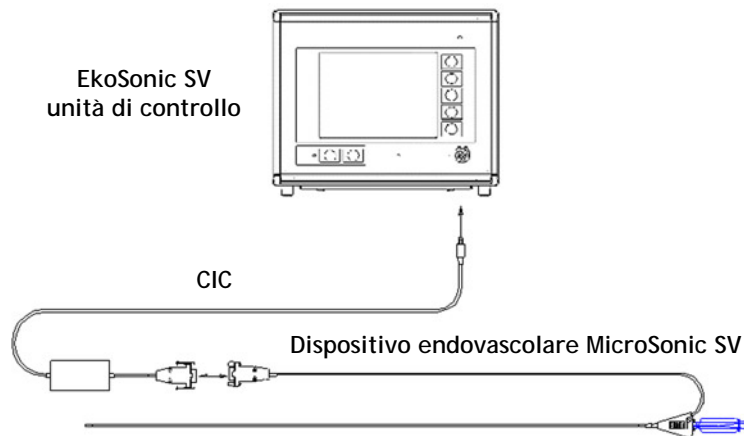

Figura 1. Sistema EkoSonic SV
Il sistema EkoSonic SV (vedi Figura 1) è composto da due componenti principali: (1) un dispositivo endovascolare MicroSonic SV, sterile e monouso, composto da un lume per infusione forato con un elemento a ultrasuoni sulla punta distale e (2) un sistema di controllo EkoSonic SV riutilizzabile che fornisce la sorgente dell'energia a ultrasuoni e l'interfaccia utente. Il sistema di controllo EkoSonic SV è costituito da due componenti: un'unità di controllo EkoSonic SV e un cavo di interfaccia col catetere (CIC).